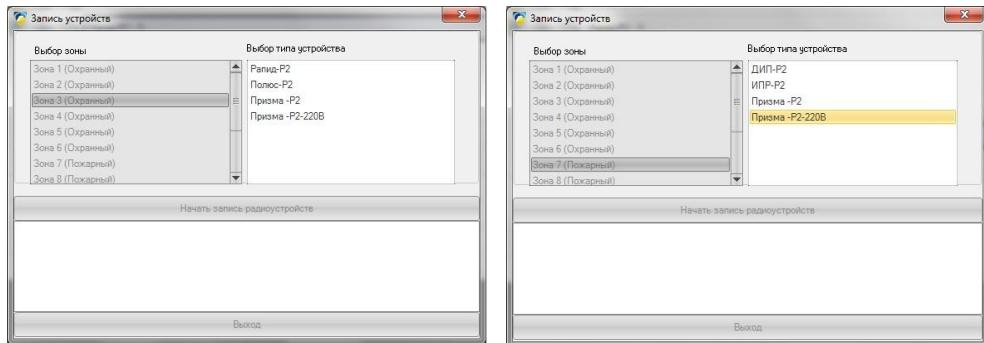

Рисунок 5.2 – Диалоговые окна для записи устройства
5. Откроется диалоговое окно 1 (если зона охранная) или 2 (если зона пожарная) рисунок 5.2.